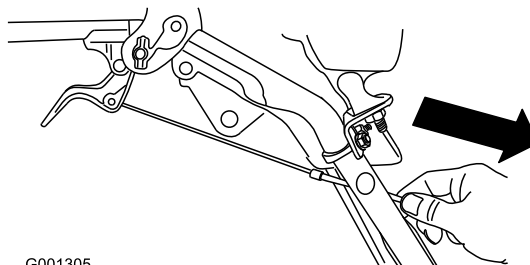

Figura 8
4. Empurre suavemente o cabo para baixo até que a alavanca da embraiagem da roda esteja para baixo e que não exista folga no cabo e, em seguida, aperte a porca do dispositivo de fixação do cabo de forma segura (Figura 8).